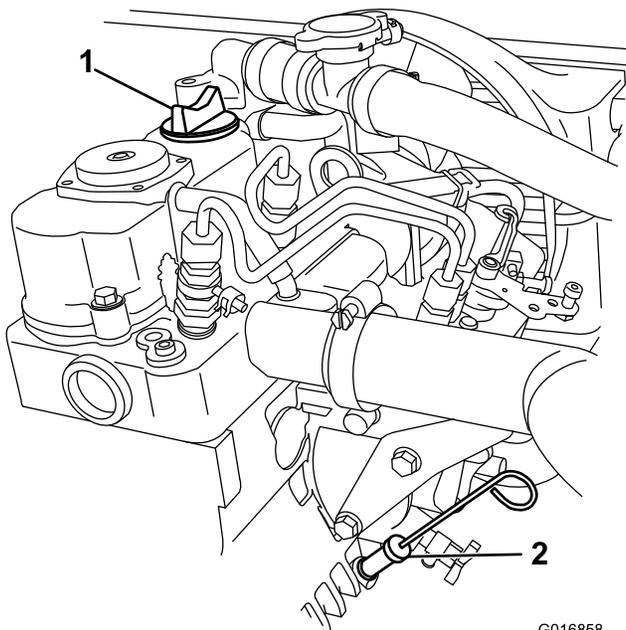

図 33
5. ディップスティックや給油口からごみが入ってエンジンを傷つけないように、ディップスティックと補給キャップ **図 33**の周囲をウェスできれいに拭く。
7. ディップスティックを、チューブの根元までもう一度完全に差し込む 図 33。
9. ディップスティックを取り付ける。奥まで完全に差し込むこと 図 33。